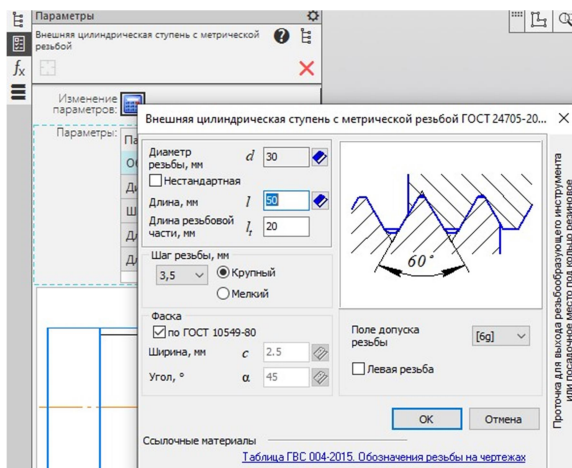

Рисунок 3. Окно для изменения параметров метрической резьбы
2. В новом открывшемся окне после нажатия кнопки *Изменение параметров* задаются последовательно все параметры будущей резьбы, часть из которых можно выбрать из имеющихся в программе стандартов (рисунок 3).